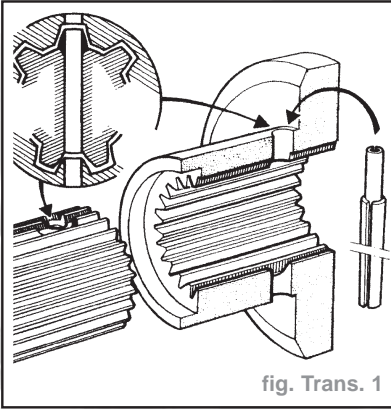

fig. Trans. 1
**Nota :** Des chanfreins d'entrée sur les planétaires facilitent le montage des goupilles élastiques neuves (fig. Trans. 1).